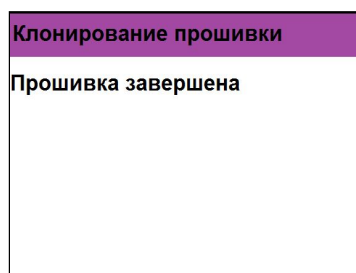

Рисунок 27 - Успешное завершение клонирования программного обеспечения на ППК
- 2.3.9. После клонирования прибор выдаст сообщение о завершении операции (рисунок 27).